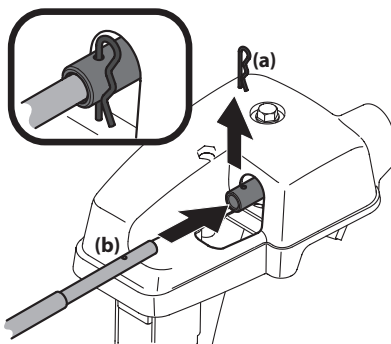

Figure 2-29
4. Retirez la goupille fendue (a) qui se trouve à l'arrière de la commande de la goulotte. Voir Figure 2-29.
5. Insérez la tige de contrôle flexible (b) (enlevée plus tôt de la poignée inférieure) à l'arrière de la tête de commande de la goulotte. Voir Figure 2-29. Fixez la tête de contrôle à l'aide de la goupille fendue (a) retirée au paragraphe 1.